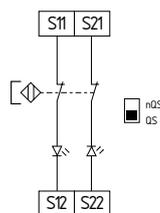

Fig. 15
**Circuito de dos canales de interruptores magnéticos de seguridad según IEC 60947-5-3 (véase fig. 15)**